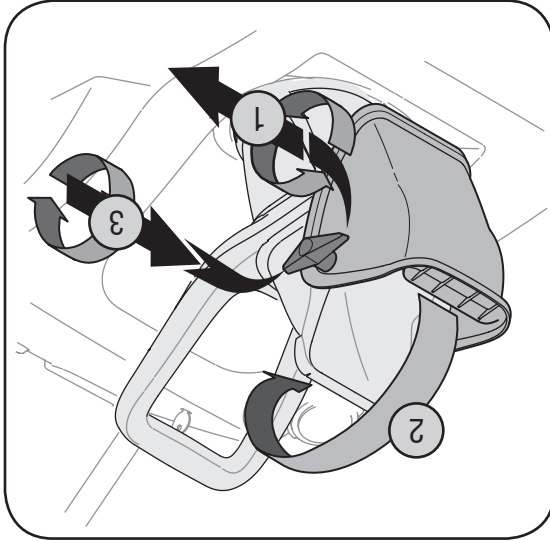

Figure 2
- Pour expédier, la souffeuse a été emballé avec la goulotte supérieure pivoter entièrement en bas, comme à la Figure 2. Pour le faire pivoter vers le haut, procédez comme suit:
4. Attachez avec la boulonnerie que vous venez de retirer. La souffeuse installée correctement ressemble à la Figure 2.